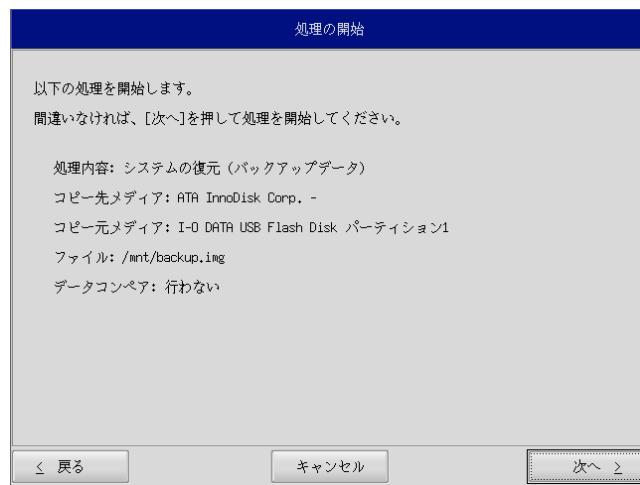

図5-2-7. 確認画面
- ⑫ 確認画面(図5-2-7)が表示されます。メディア、パーティション、バックアップファイルを確認します。[次へ]ボタンを押します。